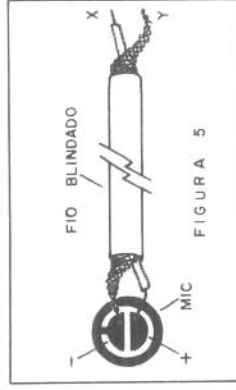

FIGURA 5
c) O microfone usado é de eletreto de dois terminais, devendo ser observada sua posição de ligação, conforme mostra a figura 5.